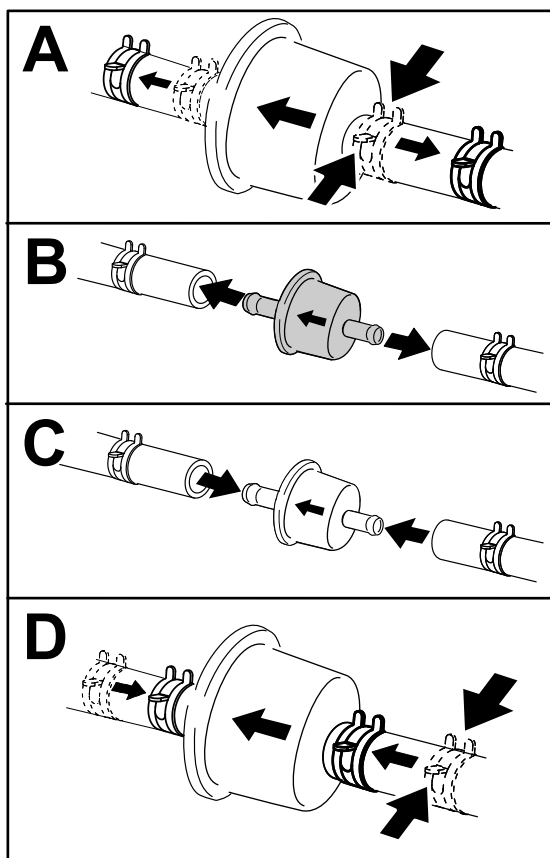

Figure 49
3. Remplacez le filtre (Figure 49).